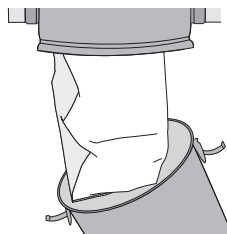

figure 9
1. Pour accéder au sac, défaire les deux attaches de la cuve et la retirer de l'appareil (**figure 9**).